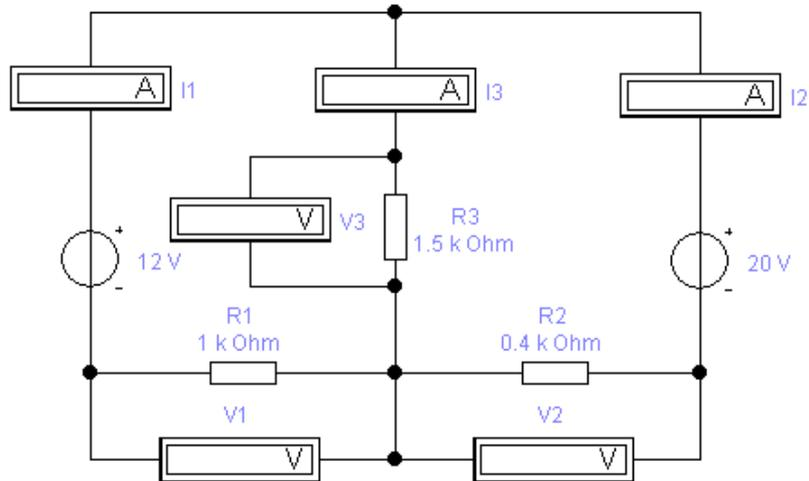

Рисунок 1.15 – Схема измерения токов и напряжений в электрической цепи
1.5.4 Собрать схему, показанную на рис. 1.15. Сохранить файл схемы в персональной папке.